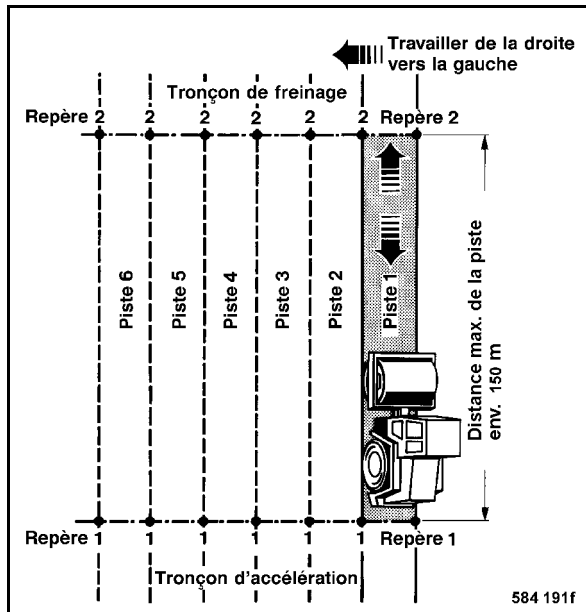

fig. 73
- Marquer la piste à compacter (fig. 73).